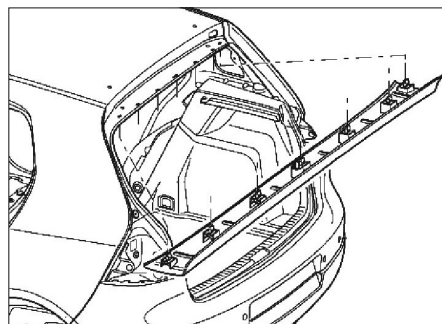

Fig. 48
- En le tirant vers le bas extraire la garniture de son logement (Fig.48).